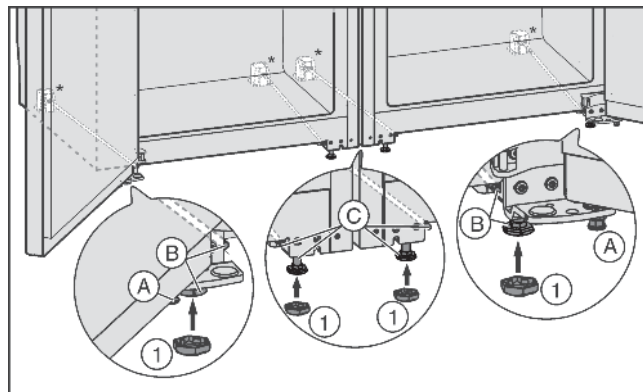

Fig. 4
- ▶ S'il y a lieu, visser complètement les pieds de réglage Fig. 4 (A) devant aux deux appareils, de sorte qu'il n'y a pas de contact avec le sol.
- ▶ Placer les caches Fig. 4 (1) sur les quatre pieds de réglage avants.
- Visser les pieds de réglage du milieu Fig. 4 (C) de sorte qu'il n'y ait aucun contact avec le sol.
- Aligner la combinaison au moyen des pieds de réglage extérieurs Fig. 4 (B).